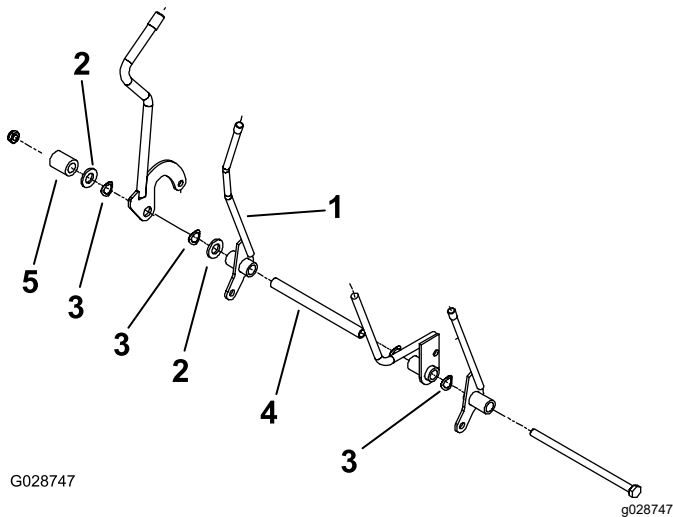

図8
注 各レバーの位置は 図8 のようになります。
8. 先ほど外した機器類を 図8 に示すようにボルトに取り付ける。
9. 先ほど外したナットを使って、ボルトをレバーサポートブラケットに固定する 図8。
注 レバーの位置は図 8 に示されています。